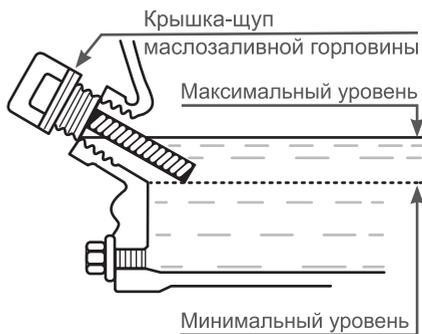

Рис. 6 Проверка уровня масла в картере
При недостаточном уровне масла в картере необходимо долить чистое масло до верхней отметки на щупе, что соответствует нижней кромке заливного отверстия (Рис. 6). После окончательной проверки, плотно закрутите крышку-щуп.
*Максимальный уровень масла в картере соответствует нижней кромке маслозаливной горловины (Рис. 6).*